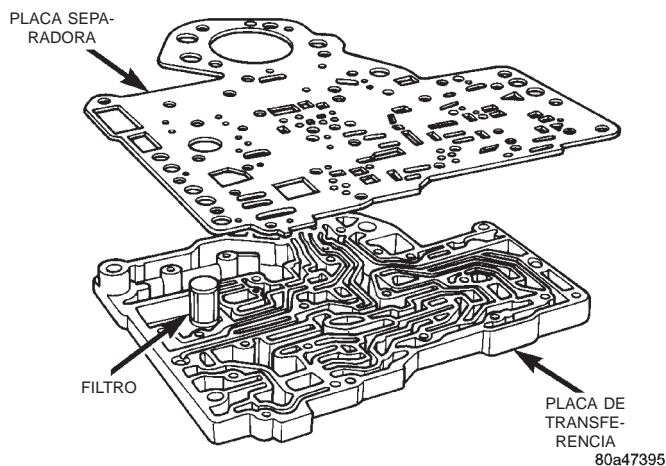
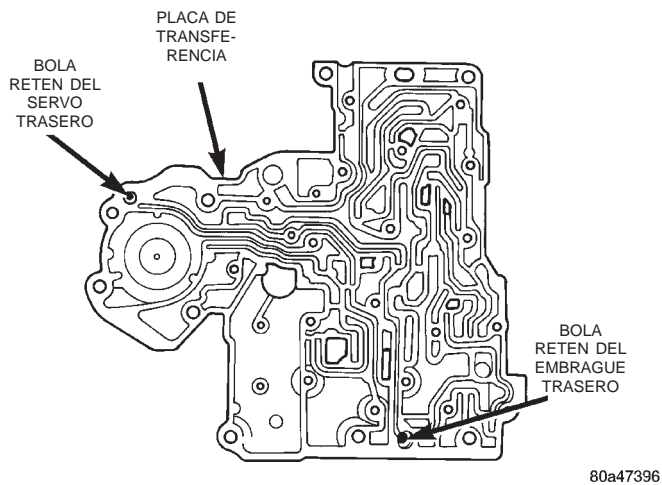

Fig. 49 Placas de transferencia y separadora
Fig. 50 Bolas retén del servo trasero y el embrague trasero
(19) Retire los tornillos que fijan la placa separadora a la placa de transferencia (Fig. 49).
(20) Tome nota de la posición de las bolas retén del servo del embrague trasero y servo trasero y el filtro como referencia para el ensamblaje (Fig. 49) y (Fig. 50).